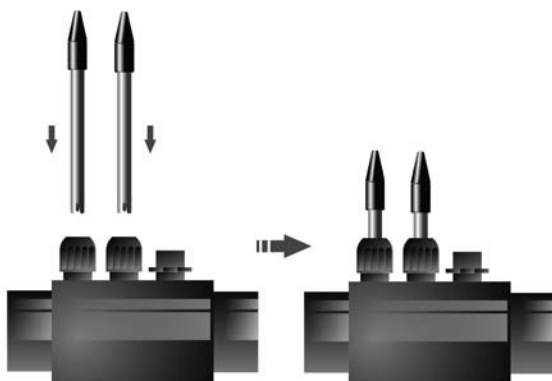

Fig. 2a
1. Insertar los sensores de pH y ORP suministradas con el equipo en los correspondientes alojamientos del portasondas. (Fig. 2a)